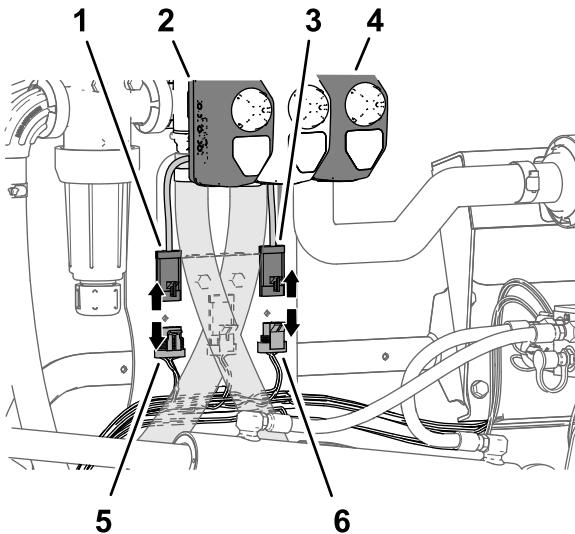

Figura 30
- Scollegate il connettore a 4 prese del cablaggio preassemblato della macchina indicato come VALVOLA DI FREQUENZA dal connettore a 4 pin dell'attuatore della valvola di frequenza (Figura 30).
3. Scollegate il connettore a 3 prese del cablaggio preassemblato della macchina indicato come VALVOLA DI IRRORAZIONE PRINCIPALE dal connettore a 3 pin dell'attuatore della valvola di irrorazione principale (Figura 30).